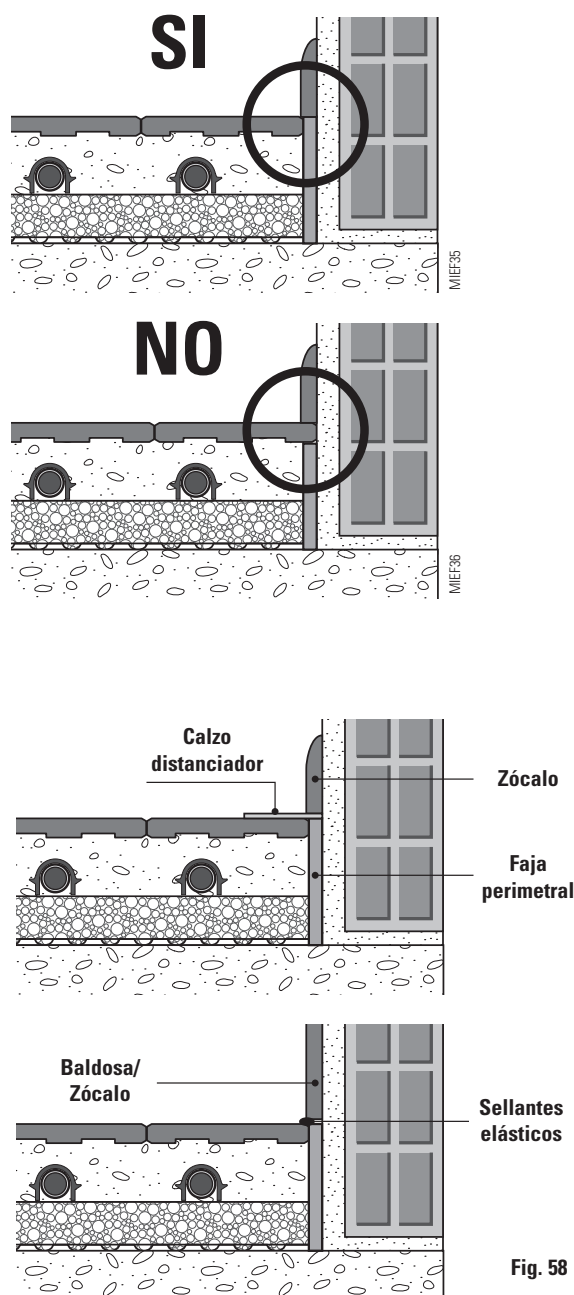

Fig. 58
**Los suelos deberán ser colocados apoyandolos a la tira, cuya parte en exceso podrá ser cortada al hilo del revestimiento al final de su colocación (Fig 58).**